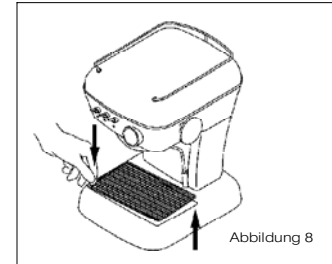

Abbildung 8
- Nehmen Sie die Schale **11** regelmäßig zur Reinigung heraus. Siehe Füllstandsanzeige der Schale (Abbildung 8)